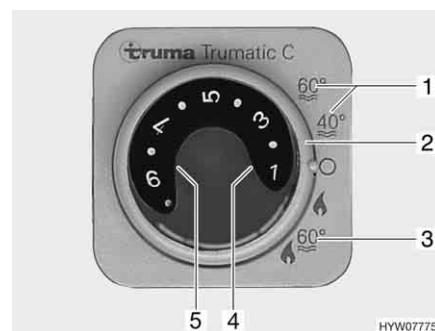

Bild 176 Bedieneinheit für Heizung/
Der Boiler ist in die Heizung integriert und wird mit Gas (Gasbetrieb) bzw. mit Gas und/oder Strom (Gas- und 230-V-Elektrobetrieb) betrieben. Der Boiler wird an der Bedieneinheit (Bild 176) mit dem Drehschalter (Bild 176,2) eingeschaltet. Am Energie-Wahlschalter (Bild 178) wird die Energieart vorgewählt (Gas- und 230-V-Elektrobetrieb).
Bei Winterbetrieb "Heizung und Boiler" (Bild 176,3) wird beim Einschalten der Heizung automatisch auch das Wasser im Boiler erhitzt. Wenn die Heizung bei Erreichen der gewünschten Raumtemperatur abschaltet, so heizt der Boiler weiter, bis die Wassertemperatur erreicht ist.
Bei Sommerbetrieb (Bild 176,1) wird nur das Wasser im Boiler auf 40 °C oder 60 °C erhitzt. Das Wasser wird in ca. 1 Stunde auf 60 °C erhitzt. Die gelbe Kontroll-Leuchte (Bild 176,5) leuchtet während der Aufheizphase des Boilers.
Die Spannungsversorgung für Heizung/Boiler und das Sicherheits-/Ablassventil kann durch den 12-V-Hauptschalter oder den Drehtaster am E-Display nicht unterbrochen werden. Bei Störung leuchtet die rote Kontroll-Leuchte (Bild 176,4) an der Bedieneinheit für Heizung/Boiler Trumatic C auf (siehe Kapitel 14).
- An der Bedieneinheit (Bild 176) Drehschalter (Bild 176,2) auf "Sommerbetrieb" (Bild 176,1) stellen.
Gelbe Kontroll-Leuchte (Bild 176,4) leuchtet während der Aufheizphase. Bei Erreichen der eingestellten Wassertemperatur ist die Aufheizphase beendet und die gelbe Kontroll-Leuchte erlischt.
- An der Bedieneinheit (Bild 176) Drehschalter (Bild 176,2) auf "O" stellen.
Die Kombination Gasbetrieb und 230-V-Elektrobetrieb verkürzt die Aufheizzeit (nur möglich, wenn der Boiler an der Bedieneinheit (Bild 176) auf Winterbetrieb gestellt ist).